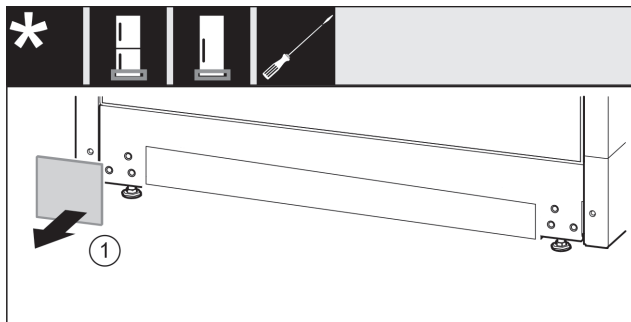

Fig. 18
- Scoateți capacul Fig. 18 (1).